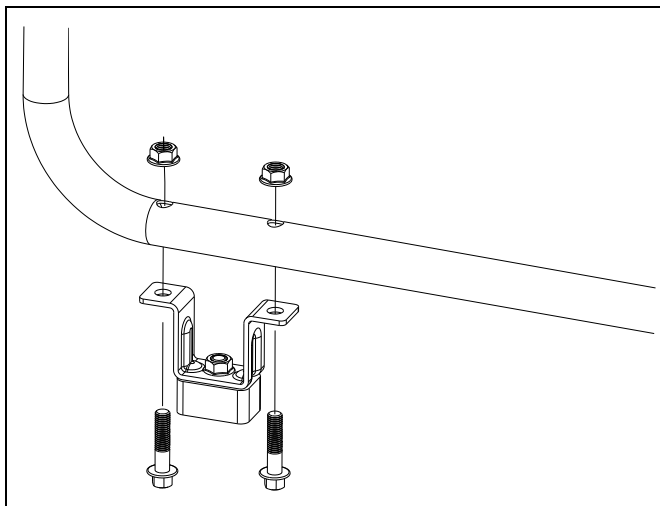

Figura 4-1. Montajes para vibraciones
1. Fijación de los montajes para vibraciones (pies) (Figura 4-1.).